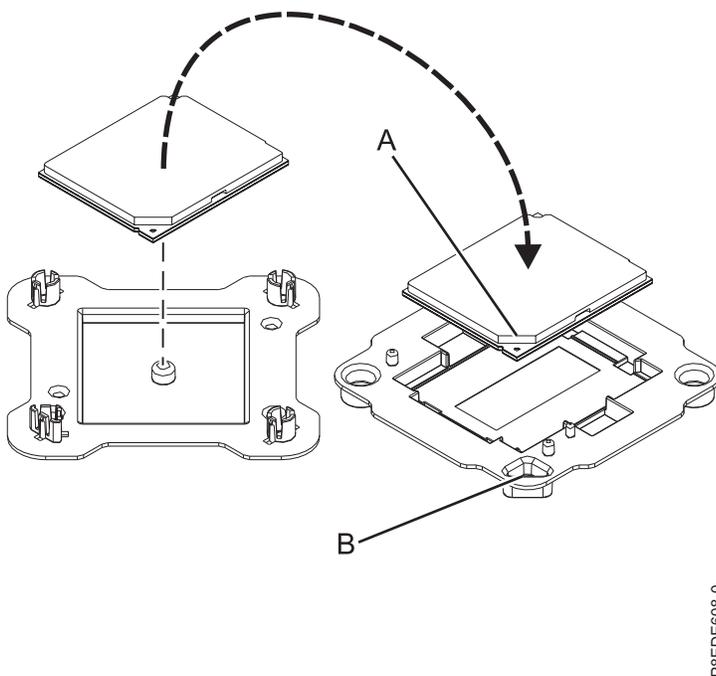

Figura 74. Colocando o Módulo do Processador do Sistema na Bandeja de remessa
8. Pressione levemente o módulo de processador do sistema substituído pelas bordas e levante o para fora da tampa da remessa. Alinhe o canto chanfrado do módulo (A) para o canto da bandeja com o triângulo (B) e coloque-o na bandeja, conforme mostrado em Figura 74.